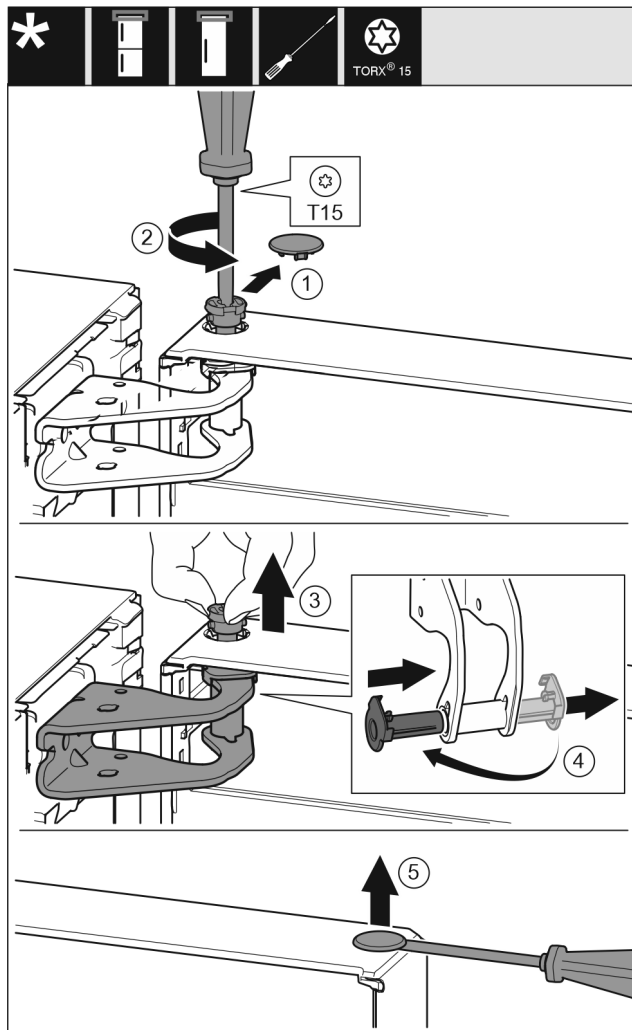

Fig. 10
- ▶ Bezpečnostní kryt opatrně stáhněte. Fig. 10 (1)
- ▶ Šroubovákem T15 o kousek vyšroubujte čep. Fig. 10 (2)
- ▶ Dveře podržte a čep vytáhněte prsty. Fig. 10 (3)
- ▶ Vytáhněte ložiskové pouzdro z vedení. Vložte z druhé strany a zaklapněte. Fig. 10 (4)
- ▶ Plochým šroubovákem opatrně nadzvedněte zátku z ložiskového pouzdra dveří a vytáhněte ji. Fig. 10 (5)